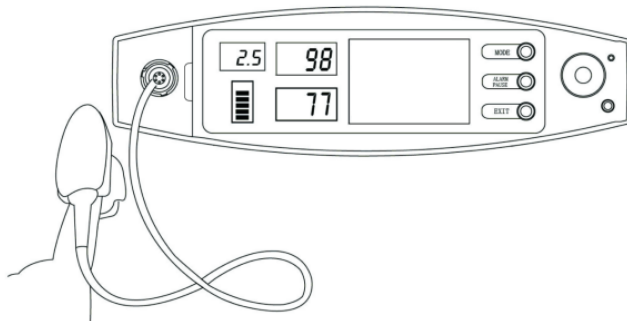

Figura 4. Raffigurazione del corretto posizionamento del dito
- 🔔 Il dito deve essere posizionato correttamente (vedere figura 4 allegata), poiché un posizionamento errato o una posizione di contatto impropria con il sensore influenzeranno la misurazione.
Inserire il dito nella sonda come illustrato nella Figura 4.
(L'aspetto della sonda reale può essere diverso da quello illustrato nella Figura 4, pertanto si prega di fare riferimento alla sonda reale.)